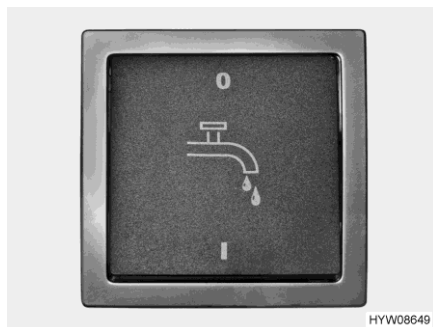

Fig. 147 Interrupteur (pompe à eau)
- ▷ L'alimentation 12 V (sur le panneau de contrôle) et la pompe à eau (avec l'interrupteur (Fig. 147)) doivent être mis en marche avant de pouvoir utiliser la robinetterie. Sinon, la pompe à eau ne fonctionne pas.